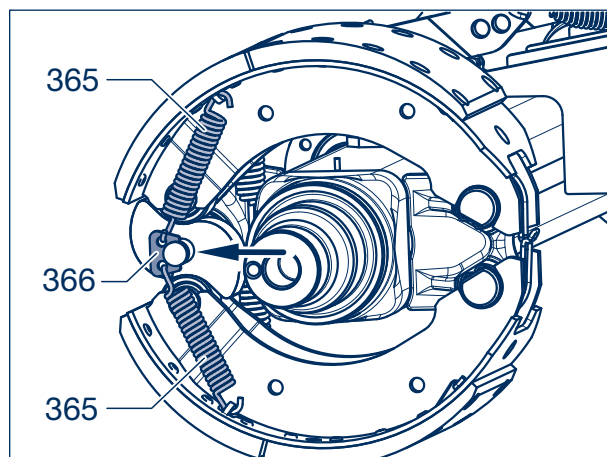

Рисунок 40
- [32] Зацепить возвратную пружину (363) за серьги на наружной стороне тормозных колодок (по направлению к центру оси), см. рисунок 40 на стр. 61.